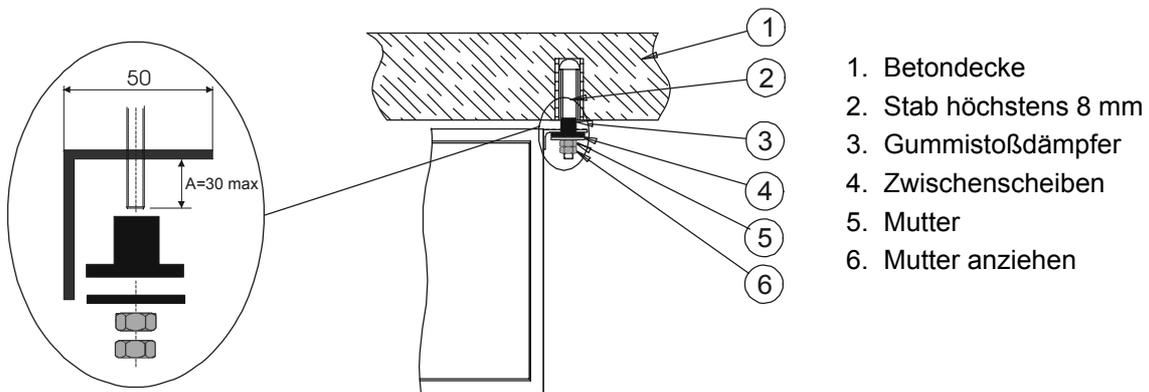

Abbildung 2: Deckeninstallation der Inneneinheit
3.1 Installation der Inneneinheit (siehe Abbildung. 2)